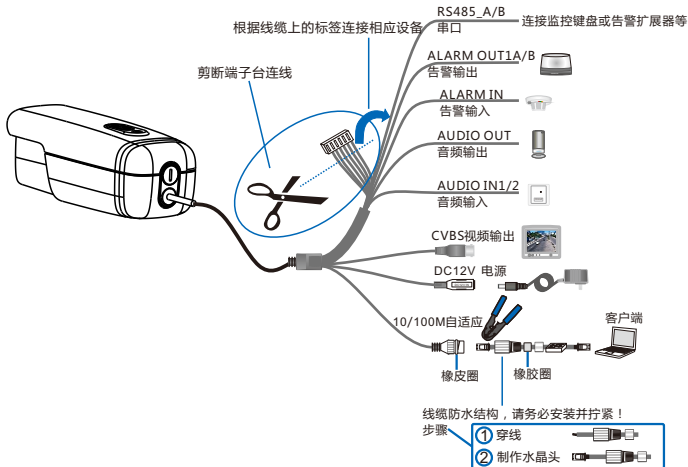

图 3
2. 连接线缆，如图3，上电。
【说明】部分型号支持POE供电，即网口供电，网口连接POE路由后无需连接其他电源。尾线接口请根据具体型号支持为准，图3所示为接口最全的型号。线缆识别请参考附录部分。